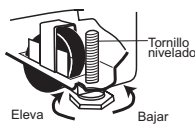

Figura 1.
- Si el refrigerador tiene únicamente tornillos niveladores, vea la figura 1. Conserve los 2 tornillos que sujetan la base al refrigerador. Estos son los tornillos niveladores.
- NIVEL EL REFRIGERADOR, retire las bases de madera y ajuste los tornillos niveladores (FIGURA 1).
- Verifique que el CONDENSADOR ESTÉ LIBRE DE POLVO Y PELUSA (FIGURA 1).